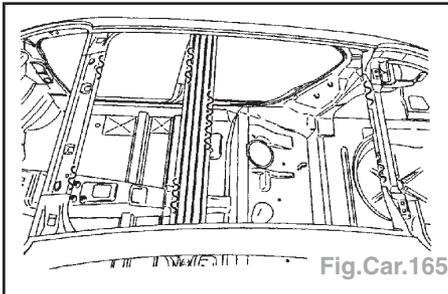

Fig.Car.165
- Appliquer un cordon de calage référence «A2» sur les éléments suivants (Fig.Car.165) :